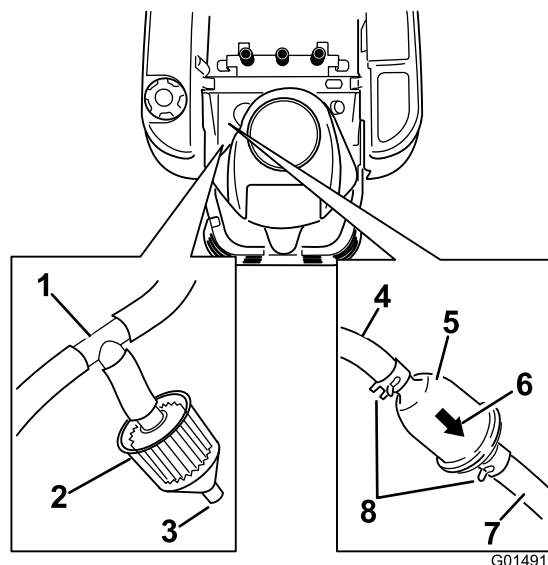

Figure 43
3. Soulevez le siège et localisez les filtres à carburant, comme illustré à la Figure 43.
4. Pincez les extrémités des colliers et faites glisser ceux-ci pour les éloigner du filtre (Figure 43).
6. Montez un filtre neuf en veillant à pointer la flèche indiquant le sens d'écoulement vers le moteur. Rapprochez les colliers de flexibles du filtre (Figure 43) pour le fixer en place.
Certaines machines sont équipées d'un filtre antipollution (Figure 43) qui est monté sur un raccord en T sur la conduite de dégazage venant du réservoir de carburant. Le filtre est conçu avec un orifice ouvert. Examinez régulièrement le filtre. Remplacez le filtre s'il est encrassé ou colmaté.